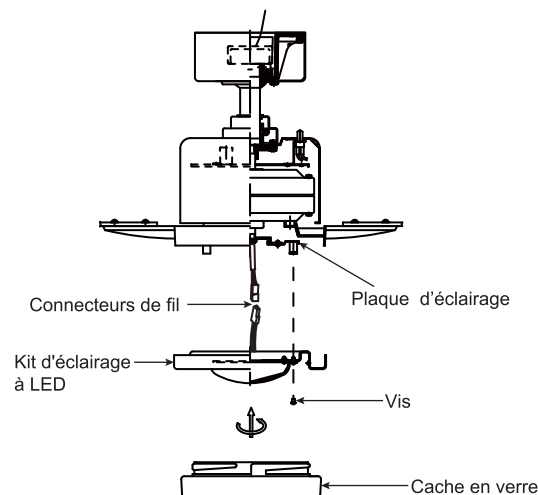

Fig. 18
Étape 1. Desserrez les trois vis de montage à l'intérieur du kit d'éclairage à LED (**Fig. 18**).
Étape 2. Maintenez le kit d'éclairage LED sous le moteur du ventilateur et établissez les connexions des fils : (**Fig. 18**).
Étape 3. Rentrez soigneusement les connexions dans la plaque lumineuse. Placez les trous en forme de serrure sur le kit d'éclairage à LED sur les 2 vis précédemment desserrées de la plaque d'éclairage et tournez ensuite le kit d'éclairage jusqu'à ce qu'il s'enclenche au niveau de la section étroite des trous en forme de serrure. Fixez en serrant les trois vis (**Fig. 18**).
Étape 4. Soulevez le cache en verre contre le kit d'éclairage et le tourner dans le sens des aiguilles d'une montre jusqu'à ce qu'il soit bien ajusté. **NE PAS SERRER EXCESSIVEMENT** (**Fig. 18**).